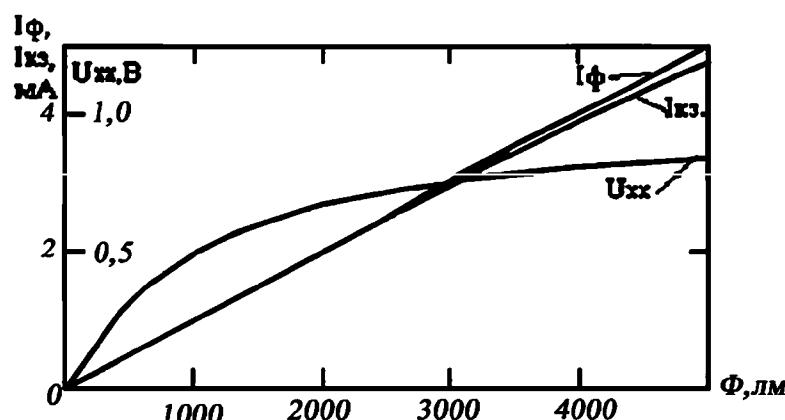

Рис. 2.17. Световые характеристики фотодиода
5. Основными световыми характеристиками фотодиода в фотогальваническом режиме являются зависимости тока короткого замыкания  $I_{kz}$  и напряжение холостого хода  $U_{xx}$  от светового потока (рис. 2.17).